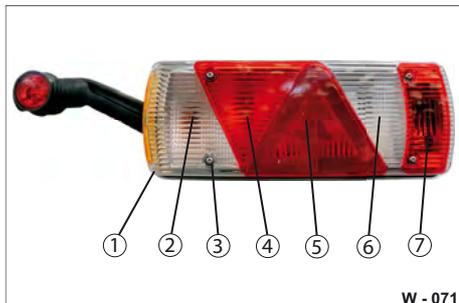

Abb. 69 Komponenten der Heckleuchte
- ▶ Schrauben Sie die 4 Befestigungsschrauben (Abb. 69/3) ab.
- ▶ Entfernen Sie die äußere Lichtscheibe (Abb. 69/1). Legen Sie diese sicher ab.
- ▶ Schrauben Sie die Befestigungsschrauben (Abb. 69/3) an. Ziehen Sie die Schrauben mit max. 1,5 Nm Anziehdrehmoment an. Eine gesprungene Lichtscheibe muss erneuert werden!